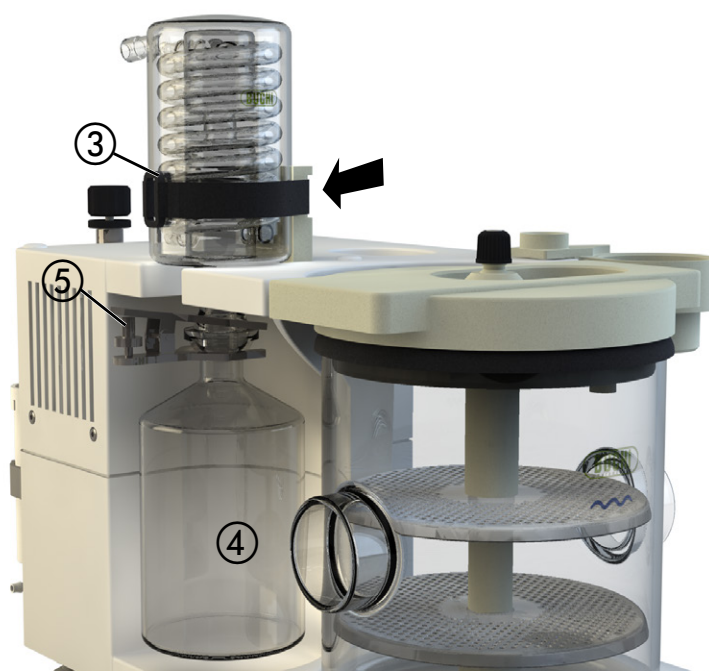

Fig. 5.6 : Fixation du condenseur avec la bande velcro
- Glisser précautionneusement le condenseur dans l'ouverture du boîtier par le haut et le fixer sur la plaque support ① avec la bande velcro ③. La bande velcro doit être passée dans la rainure sur la face arrière de la plaque support pour l'empêcher de glisser et pour garantir un positionnement stable du condenseur (voir flèche sur la figure 5.6). S'assurer que les raccords du condenseur pointent vers l'arrière.
- Le récipient de réception ④ peut être attaché par le bas et bloqué avec la pince de fixation ⑤.